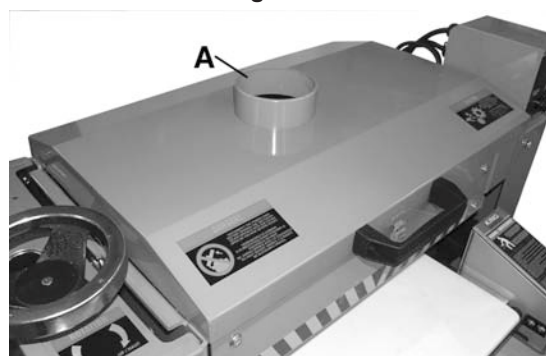

Figure 6
Cette ponceuse de 16" est équipée d'une sortie à poussière de 4" (A) Fig.6. Avant d'effectuer un ajustement ou une opération, un boyau de 4" provenant d'un collecteur de poussière qui fonctionne doit être assemblé à la sortie à poussière en utilisant un collier de serrage. Il est important de suspendre le boyau au dessus du convoyeur pour qu'il ne rentre pas en contact avec l'avant ou l'arrière du convoyeur.